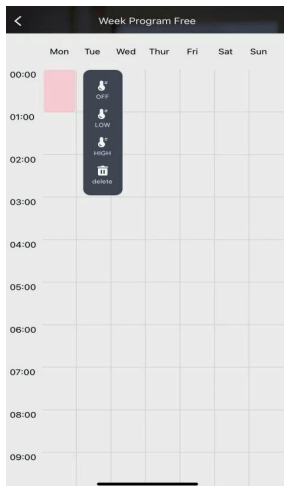

imagen 10
5. Entrando en el Programa Semana, puede elegir la temperatura adecuada para 24 horas en cualquier día de la Semana, como se muestra en la fig 10.